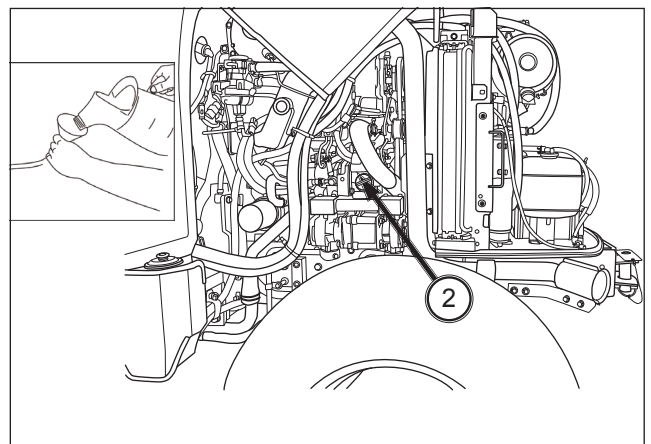

FIG. 106
FIG. 106 : pour rajouter de l'huile, ouvrez le capot et enlevez le bouchon de remplissage (2), ajoutez de l'huile à l'aide d'un entonnoir pour ne pas répandre de l'huile. Vérifiez que le niveau d'huile se situe entre les repères supérieur et inférieur de la jauge après avoir ajouté de l'huile.